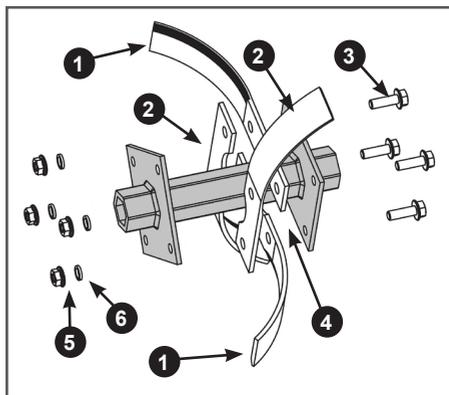

Рис. 15. Установка ножей на внутренний фланец основной секции оси фрезы
3. Установите ножи на внутренний (со стороны редуктора) фланец основной секции оси (Рис. 15). Со стороны редуктора вставьте в отверстия во внутреннем фланце 4 оси болты 3, далее в соответствии с рисунком 15 на внутренний фланец с внешней его стороны установите правые ножи 1 (имеющие изгиб в сторону от редуктора), затем, как показано на Рис. 15 установите левые ножи 2 (имеющие изгиб к редуктору). После этого уста-
новите пружинные шайбы 6 и закрутите гайки 5 (Рис. 15). Затяните все резьбовые соединения.